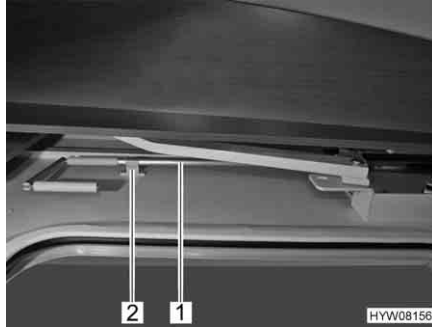

Fig. 46 Manovella per esercizio di emergenza (bloccata)
- Estrarre la manovella (Fig. 46,1) dal supporto (Fig. 46,2), collocandola sopra la porta del conducente e ribaltarla verso il basso.
- Premere la manovella inserendola di nuovo nel sostegno (Fig. 46,2).